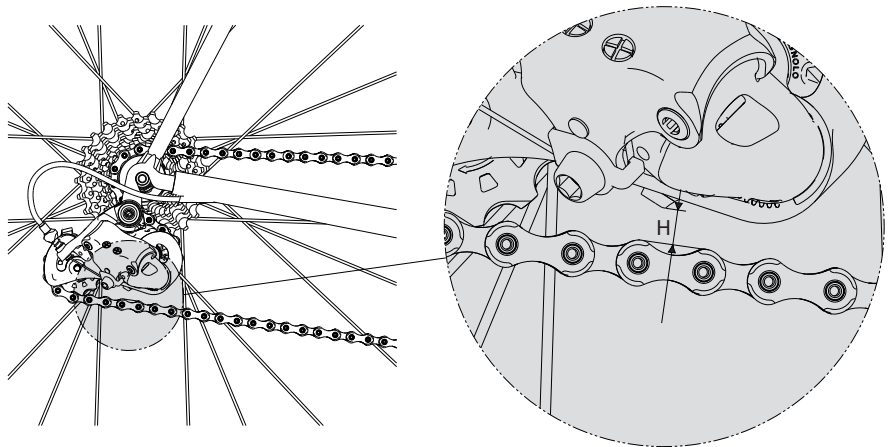

Abb.2
• Die richtige Länge der Kette bestimmen, indem Sie sie auf dem kleinsten Ritzel und Kettenrad positionieren. Dabei sicherstellen, dass Wert H (Abb. 2), der Abstand zwischen unterem Teil des Schwenkbügels und oberem Teil der Kette, ca. 10 - 15 mm beträgt.